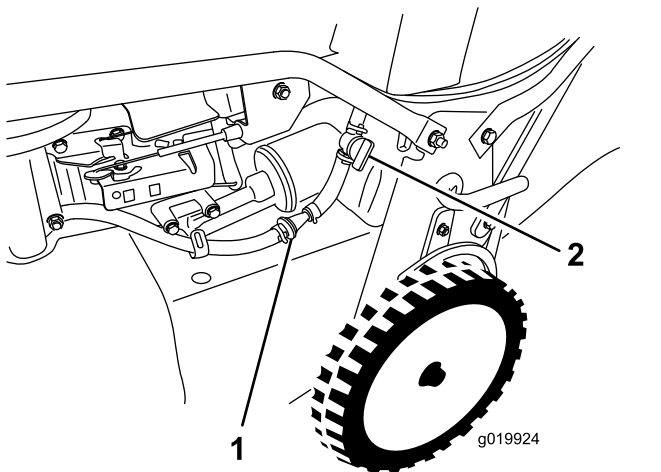

Figura 27
3. Cierre la válvula de cierre del combustible (Figura 27).
4. Retire el filtro de combustible (Figura 27) del tubo de combustible aflojando las abrazaderas de cada lado del filtro de combustible.